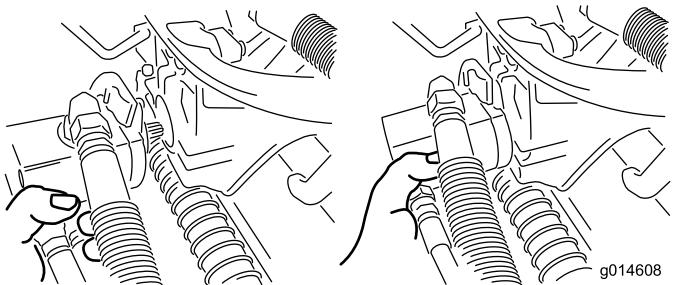

Bild 58
3. Legen Sie den Motor am Aufbewahrungsplatz vorne am Aufhängearm ab (Bild 58).